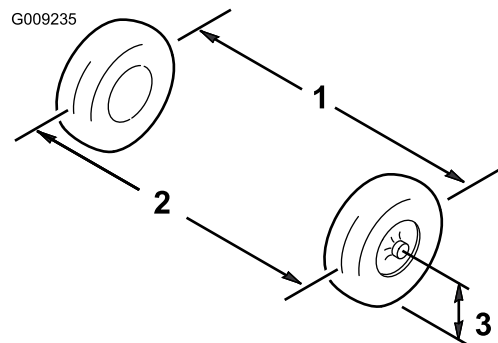

図 46
3. 前輪の前と後ろで、左右のタイヤの中央線間距離を測る計測はアクスルの高さで行う(図 46)。